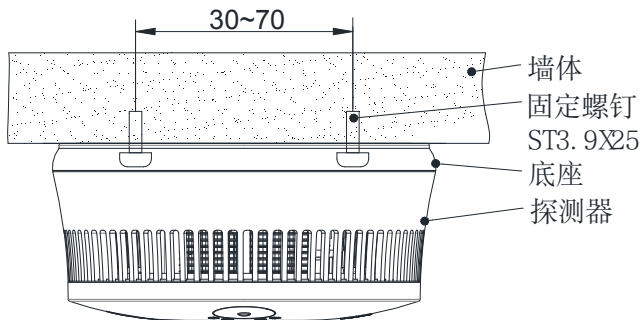

图 4 报警器螺丝安装示意图
- 螺丝安装示意图（如图 4 所示）。
- 采用螺丝安装时，首先将底座用螺钉紧固在顶棚，指示灯朝向易于观察的方位（如：门口）。使用螺钉安装时，紧固底座固定螺钉，应确保螺钉冒顶端不超出底座上螺钉孔两边的护栏，具体如图 4 所示；